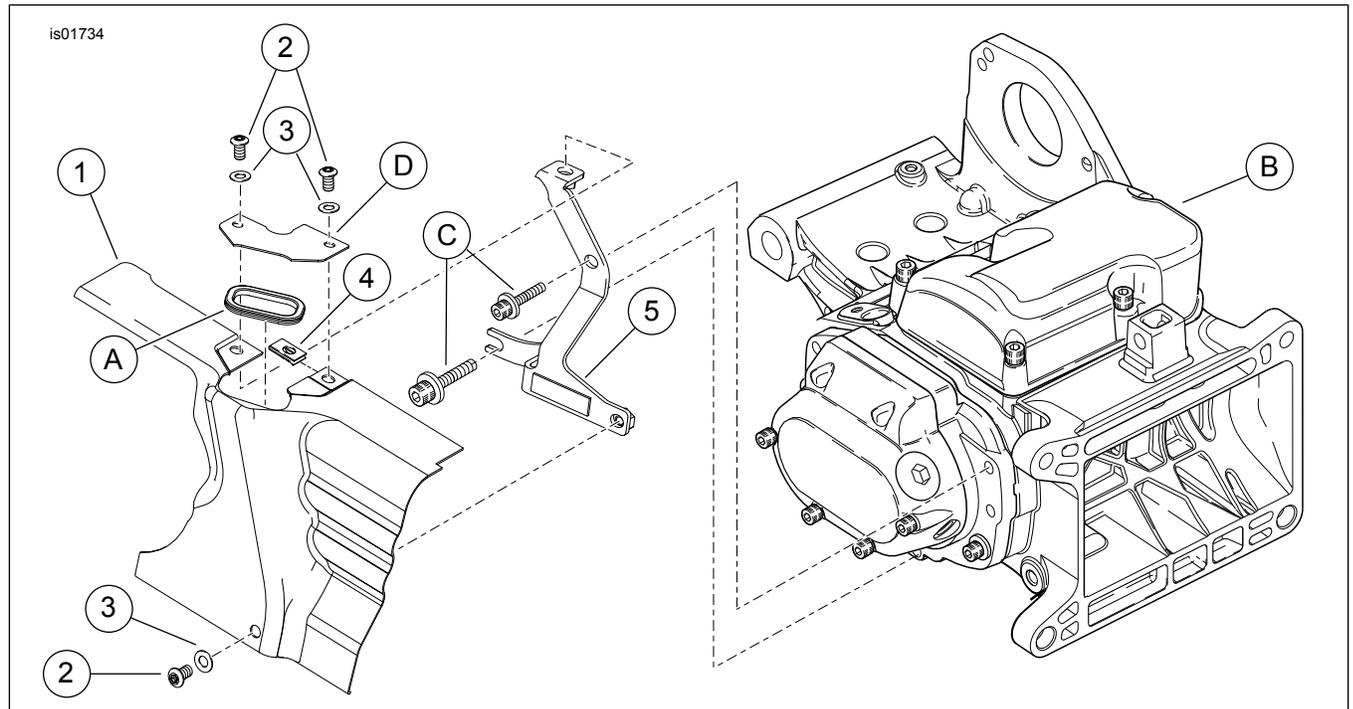

Figure 3. Pièces détachées : kit de couvercle d'interface de transmission Softail
Voir la Figure 3 et le Tableau 1.
5. installer la vis (5) de l'étape 1 dans le trou de montage (6) sur le support. Serrer à un couple de 9,5–12,2 N·m (84–108 in-lbs).
6. Serrer la vis (3) à un couple de 17,6–21,7 N·m (13–16 ft-lbs).
7. Voir la Figure 3. Mettre en place le couvercle d'interface de transmission (1) sur la moto. Ouvrir l'œillet de conduite d'huile (A) pour qu'il entoure les conduites d'huile, puis repositionner l'œillet dans le couvercle d'interface.